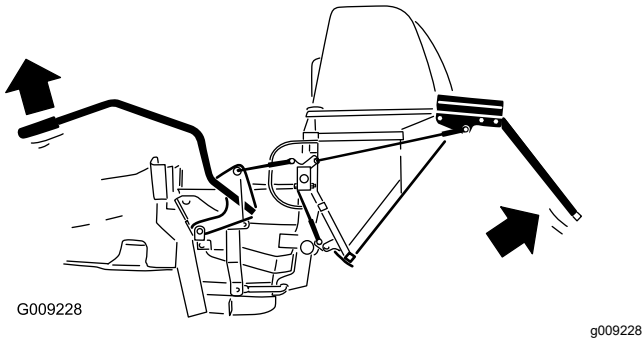

Figura 47
4. Presione la palanca hacia abajo para cerrar la puerta (Figura 47).